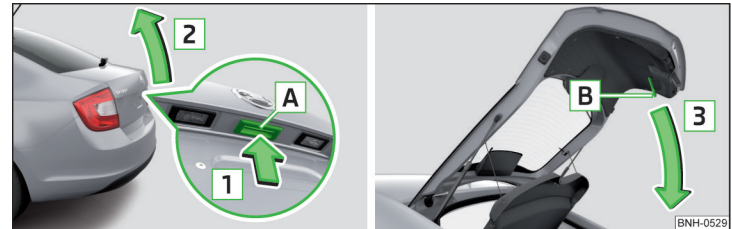

Abb. 49 **Gepäckraumklappe öffnen/schließen**
- Zum **Öffnen** die Taste **A** in Pfeilrichtung **1** drücken » Abb. 49.
Die Taste **A** » Abb. 49 wird beim Anfahren bzw. ab einer Geschwindigkeit von mehr als 5 km/h deaktiviert. Nach dem Anhalten und Öffnen einer Tür wird die Taste wieder aktiviert.